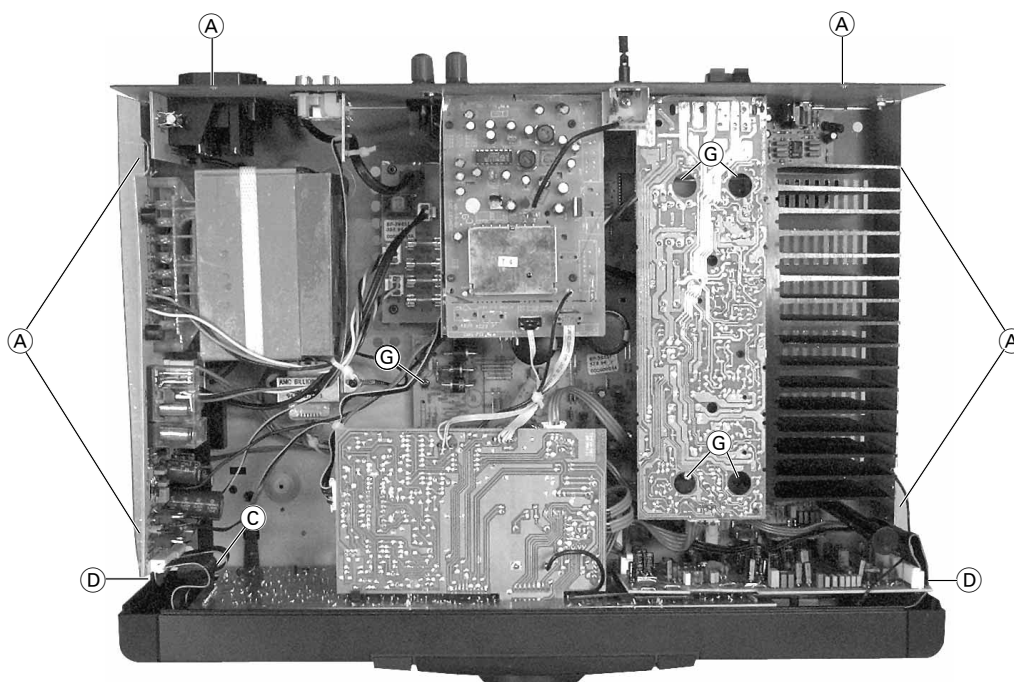

Fig. 1
- 6 Schrauben (A) herausschrauben (Fig. 1).
- Rastung (C) der Netztaсте ausrasten (Fig. 1).
- 2 Rastnasen (D) ausrasten (Fig. 1).
- Disengage the mains button (C) (Fig. 1).
- Disengage the 2 catches (D) (Fig. 1).
- 5 Schrauben ⑥ herausschrauben (Fig. 1).
- Rastung ③ der Netztaste ausrasten (Fig. 1).
- Undo 5 screws ⑥ (Fig. 1).
- Disengage the mains button ③ (Fig. 1).